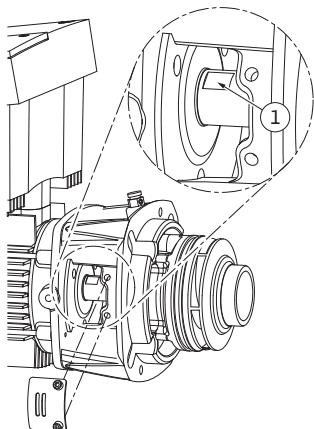

Fig. 49: Поверхности под ключ на валу
15. В окно промежуточного корпуса ввести гаечный ключ (optimalnyy razmer: 22) и зафиксировать им вал на соответствующих поверхностях (рис. 49, поз. 1). Открутить гайку рабочего колеса (рис. 7, поз. 15). Рабочее колесо (рис. 7, поз. 16) автоматически снимается с вала.
- 24. При монтаже рабочего колеса в окно промежуточного корпуса ввести гаечный ключ (оптимальный размер: 22) и зафиксировать им вал на соответствующих поверхностях (рис. 49, поз. 1).